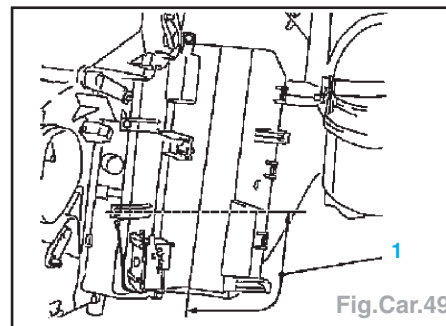

Fig.Car.49
- Appliquer du mastic collant sur la gorge de boîtier et retirer la lèvre du couvercle dans la zone représentée (1) de façon que le couvercle ferme de façon étanche (Fig.Car.49).